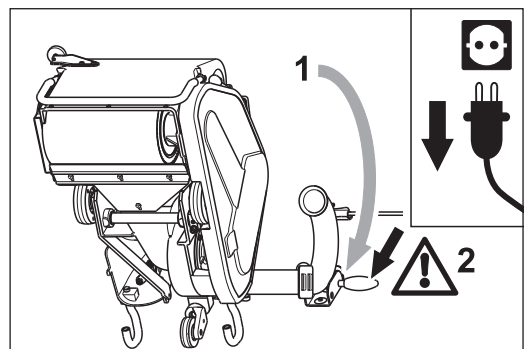

Abb. 57 Die Maschine nach hinten kippen (1) und vorsichtig auf dem Boden ablegen. **Achten Sie auf einen sicheren Stand der Maschine (2)!**
- 4 Kippen Sie die Maschine über die Sturzbügel nach hinten (Abb. 57, 1). Legen Sie die Maschine vorsichtig auf dem Boden ab. **Achten Sie auf einen sicheren Stand der Maschine (Abb. 57, 2)!**